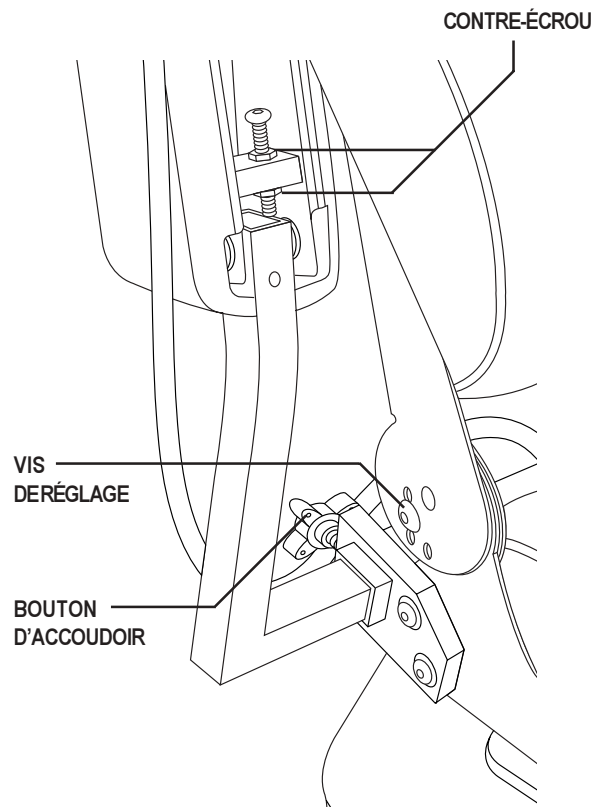

Figure 12. Réglages du dossier et des accoudoirs
- Enlevez les vis réglables sur les deux charnières du siège. Voir la figure 12.
- Localisez les deux boutons sur le support des accoudoirs. Voir la figure 12.
2. Desserrez le contre-écrou. Voir la figure 12.
4. Tournez la vis de réglage dans le sens des aiguilles d'une montre pour relever le devant de l'accoudoir et, dans le sens contraire pour l'abaisser. Voir la figure 12.